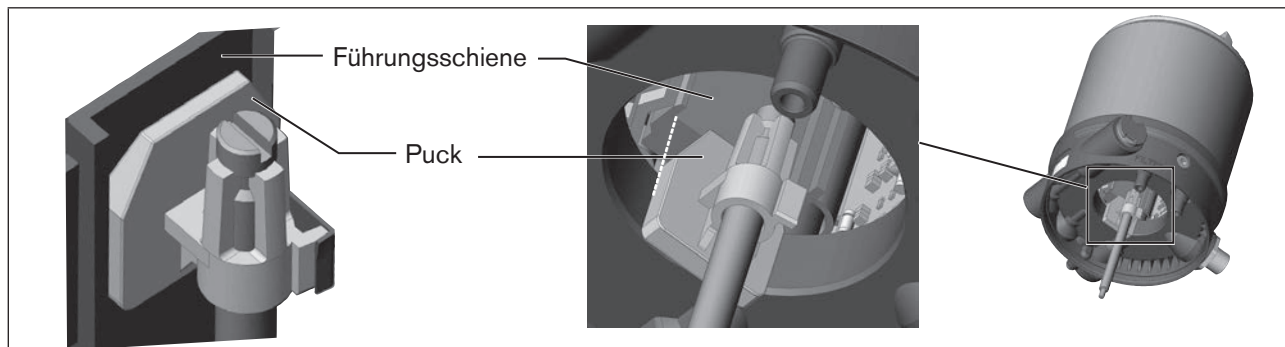

Bild 22: Ausrichten des Pucks
1. der Puck in die Führungsschiene des Positioners (siehe „Bild 22“) und